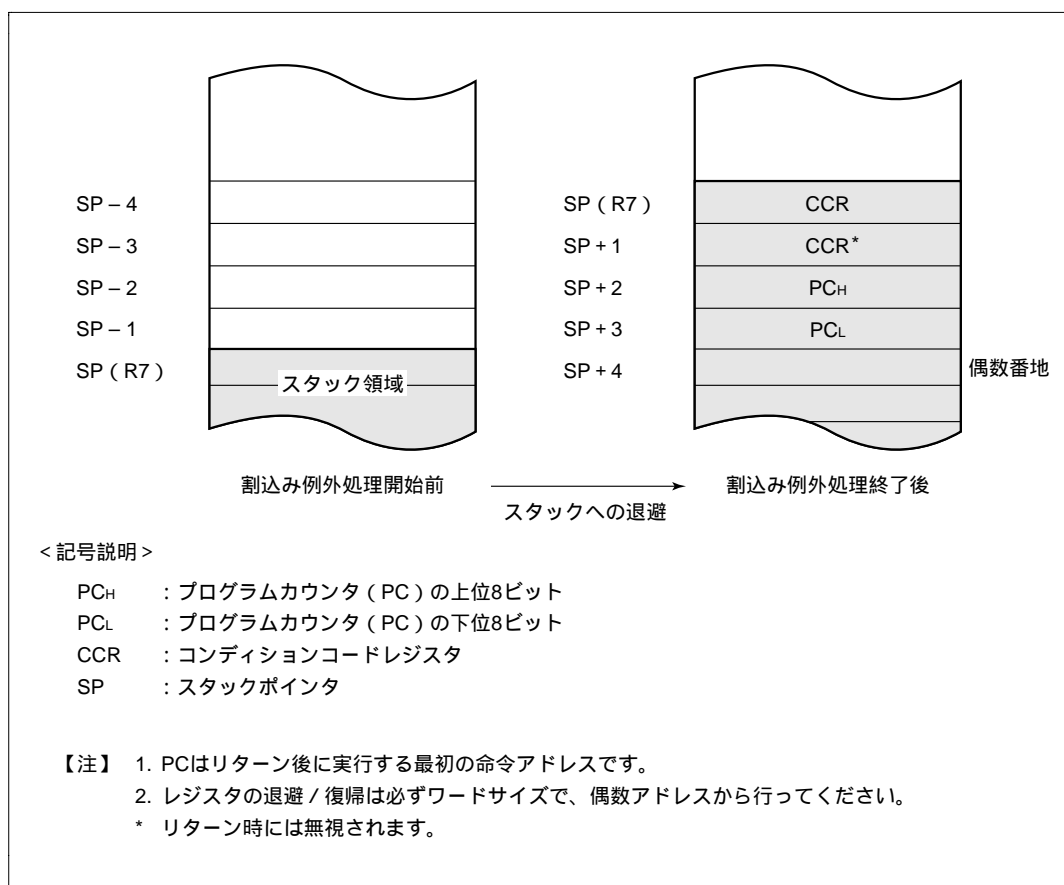

図 3.4 割込み例外処理終了後のスタック状態
- (1) 割込み許可レジスタの対応するビットが "1" にセットされている状態で、割込み要因が発生したとき、割込みコントローラに対して割込み要求信号が送られます。
- (2) 割込みコントローラに割込み要求信号が送られると、割込み要求フラグがセットされます。
- (3) 割込み許可フラグが "1" にセットされている割込みの中で、優先順位にしたがって最高位の割込み要求が選択され、その他は保留となります (表 3.2 参照)。
- (4) CCR の I ビットを参照し、I ビットが "0" にクリアされている場合は、割込み要求は受け付けられますが、I ビットが "1" にセットされている場合は割込み要求は保留となります。
- (5) 割込み要求が受け付けられると、そのとき実行中の命令の処理が終了した後、PC と CCR がスタック領域に退避されます。このときのスタックの状態を図 3.4 に示します。スタックされる PC は、リターン後に実行する最初の命令のアドレスを示しています。
- (6) CCR の I ビットが "1" にセットされます。これにより、すべての割込みはマスクされます。
- (7) 受け付けた割込みに対応するベクタアドレスを生成し、そのアドレスの内容によって示されるアドレスから、割込み処理ルーチンの実行を開始します。